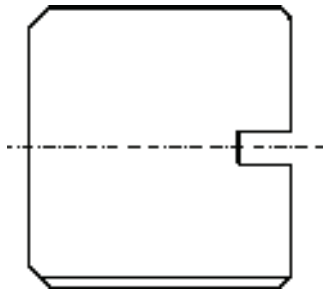

图 4-92 镜像结果
8) 单击“修改”工具栏中的“镜像”按钮, 镜像水平中心线上方图形, 结果如图 4-92 所示。